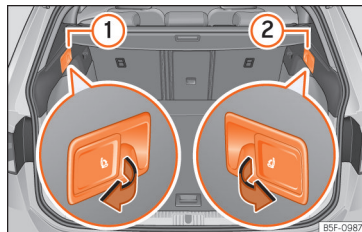

Fig. 135 Nel bagagliaio: leve per lo sblocco a distanza del lato sinistro ① e destro ② dello schienale posteriore
- Tirare la leva di sblocco a distanza dal lato sinistro »» fig. 135 ① o destro ② dello schienale nel senso della freccia. Il lato sbloccato dello schienale posteriore si ribalta automaticamente in avanti.